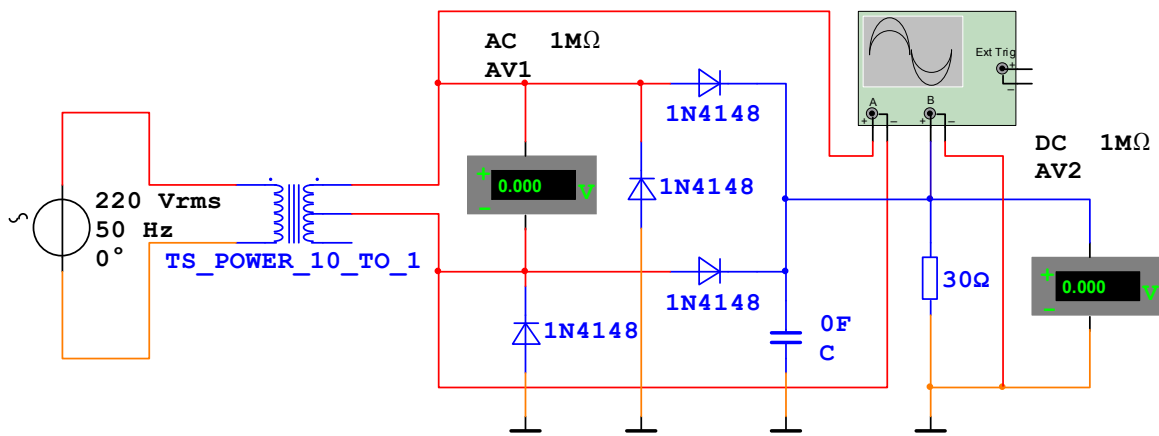

Рис.15.2
15.2.2. Для исследования двухполупериодного мостового выпрямителя соберите схему, приведенную на рис.15.2. Повторите измерения п.15.2.1. Сделайте выводы в плане сравнения рассмотренных схем.